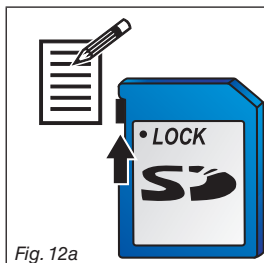

Fig. 12a
**Prima di utilizzarla, assicuratevi che la scheda stessa non sia protetta (Fig. 12a). Utilizzate SOLO la scheda SD fornita nella confezione.**